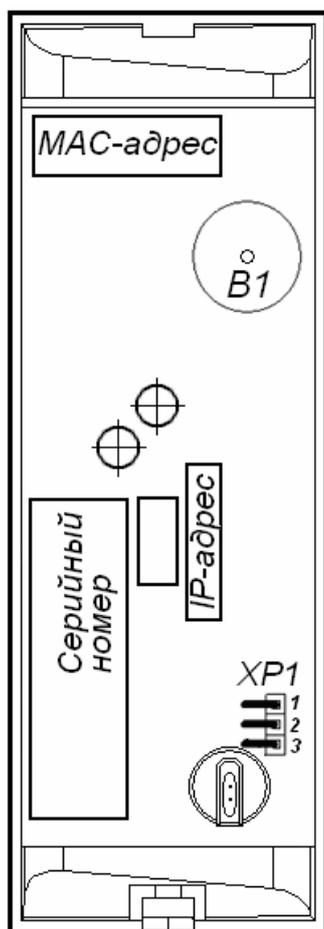

Рисунок 1. Внешний вид тыльной стороны контроллера
Выбор способа задания IP-адреса контроллера осуществляется установкой или снятием перемычки (джампера) на разъеме *XP1* на тыльной стороне контроллера. Расположение разъема указано на рис. 1. Возможны следующие способы задания IP-адреса:
Контроллер имеет маркировку в виде этикетки, расположенной на тыльной стороне корпуса. Расположение этикетки и других наклеек показано на рис. 1. На этикетке нанесены следующие сведения о контроллере:
6. Выберите способ задания IP-адреса контроллера (см. разд. 5.5) и при необходимости установите переключку (джампер) на разъем *XP1* согласно табл. 2. Расположение переключки указано на рис. 1.